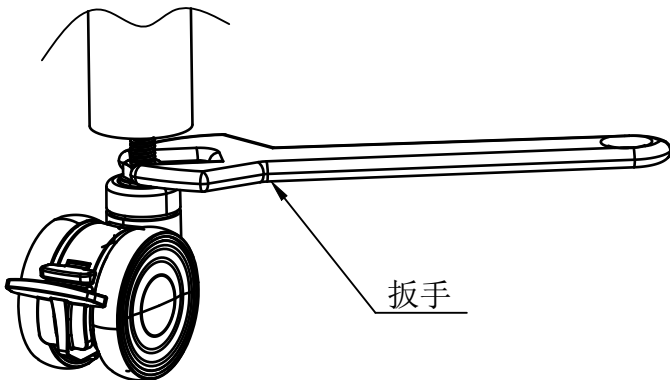

图5
- ③用扳手将脚轮拧紧并调节丝杠配合长度使设备水平, 如图5所示;